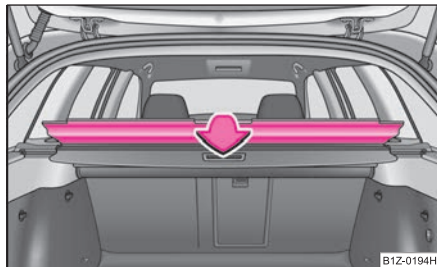

Fig. 86 Rabatarea capacului compartimentului de depozitare
- Rabatați capacul în spatele scaunelor din spate ⇒ fig. 86.
- Trageți peretele de curelușă (A) din carcasă (B) în direcția suporturilor (C) ⇒ fig. 86.
- Introduceți bara transversală în locașurile (C) și apăsați bara în față.
- În același mod fixați bara pe partea cealaltă a autovehiculului, locașul (C).